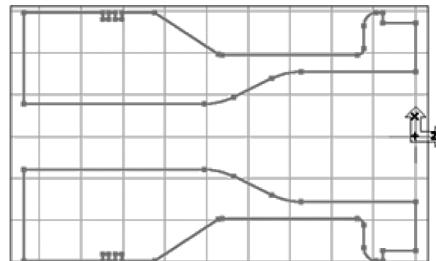

图 4-11 镜像几何
3) 复制并且镜像几何关于 $X_d = 0$ ，如图 4-11 所示。